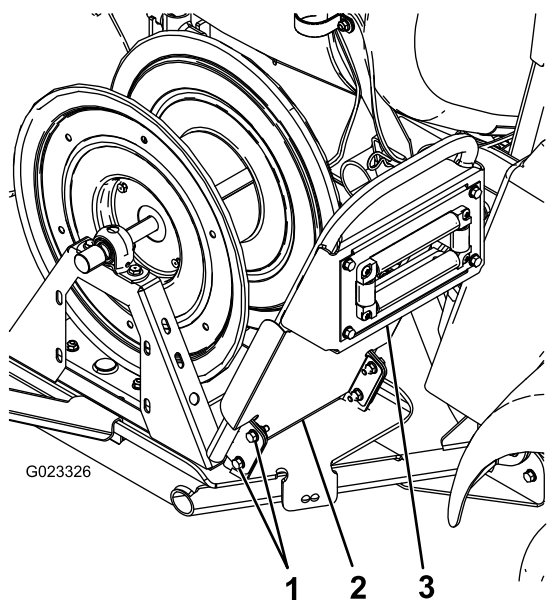

Figura 11
5. Montai fără să strângi mânerul pe placa pivotantă cu 4 uruburi (5/16") (Figura 11).
6. Ataai protecția împotriva noroiului i mânerul la placa pivotantă cu ajutorul uruburilor montate la pasul 5 i cele 4 piulie cu guler (5/16") (Figura 11).